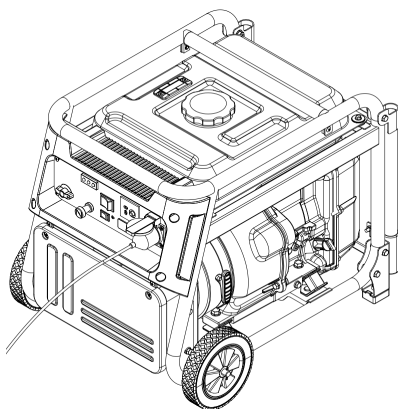

Figura 11 Collegamento dell'attrezzatura al generatore
2. Assicurarsi che gli interruttori delle attrezzature collegate siano spenti, quindi inserire le spine delle attrezzature nella presa. Vedere Figura 11.